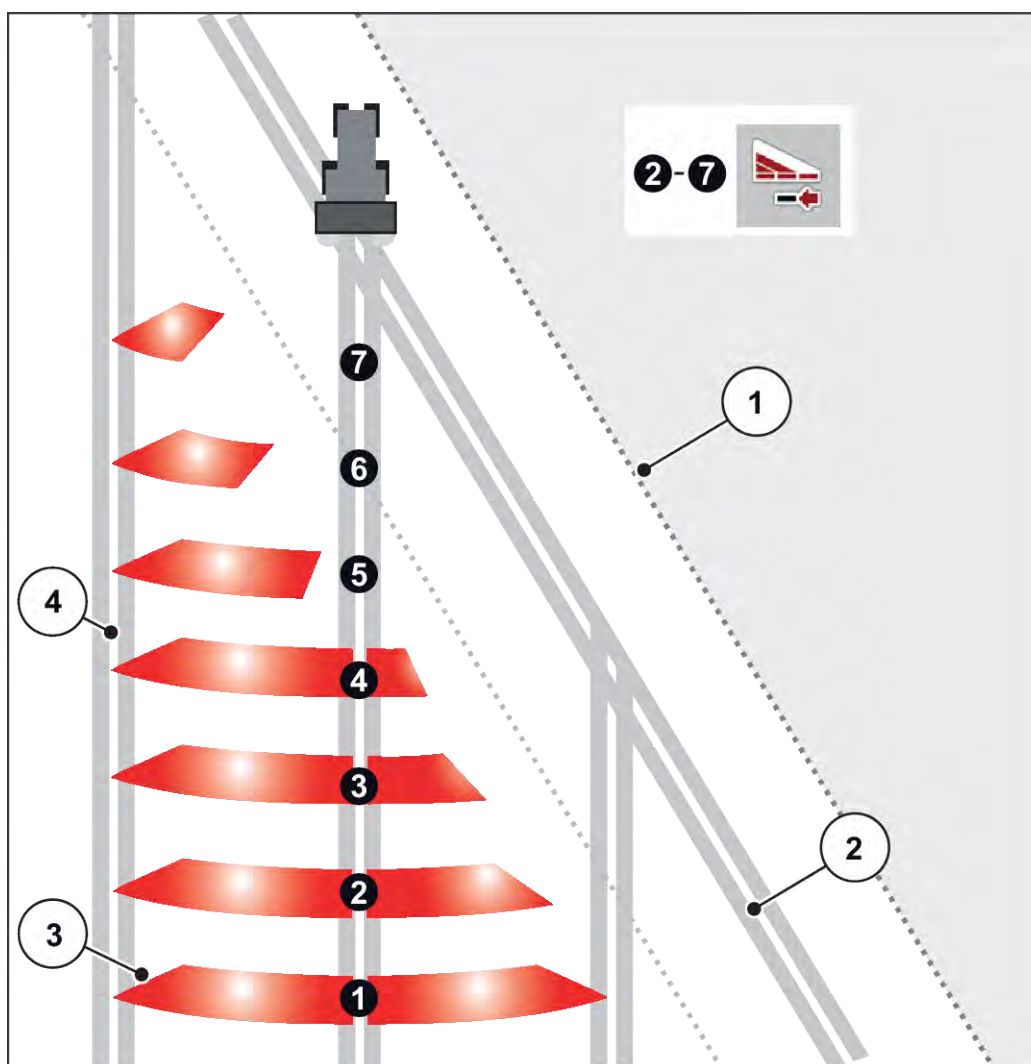

Fig. 41: Comandă automată a lățimii parțiale
- Comutarea lățimii parțiale este posibilă dinspre exterior spre interior sau din interior spre exterior. Vezi Fig. 41 Comandă automată a lățimii parțiale.